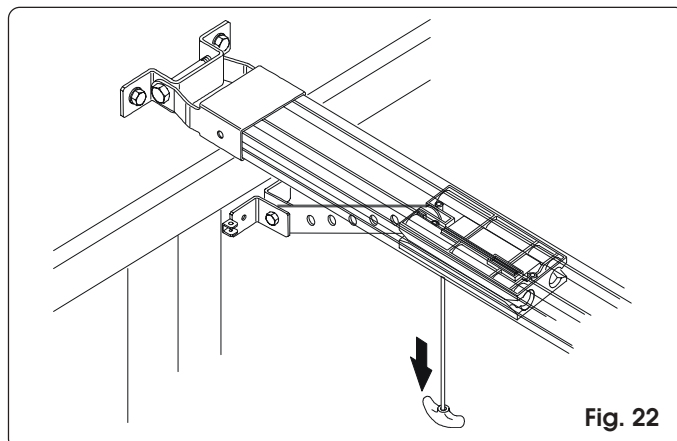

Fig. 22
- 3) Tirer la poignée de déverrouillage vers le bas et vérifier qu'il est possible de déplacer la porte à la main (fig. 22).